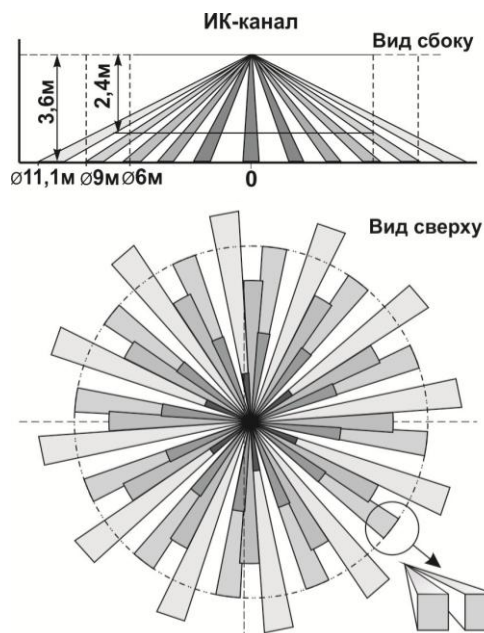

Рисунок 2
2.1 Принцип действия основан на регистрации двухплотщадочным пирозлектрическим приемником изменений потока теплового излучения, возникающих при пересечении человеком зоны обнаружения, которая состоит из чувствительных зон. Каждая чувствительная зона состоит из двух элементарных чувствительных зон (рисунок 2).